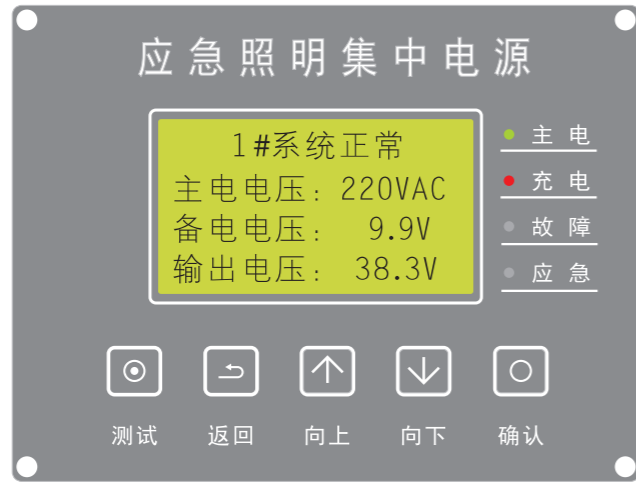

图5
(1)、系统正常：在主屏时，第一行显示设备当前工作状态，下面显示各项电压参数。显示屏右侧指示灯显示当前电源及系统状态，如图5所示。
(6)、系统应急：当AC220V主电电源停电后，设备进入应急状态，显示屏显示【N#系统应急】应急指示灯点亮（如图11）；当主电恢复后，系统自动恢复至正常状态，同时电池自动进行充电，如图5所示。